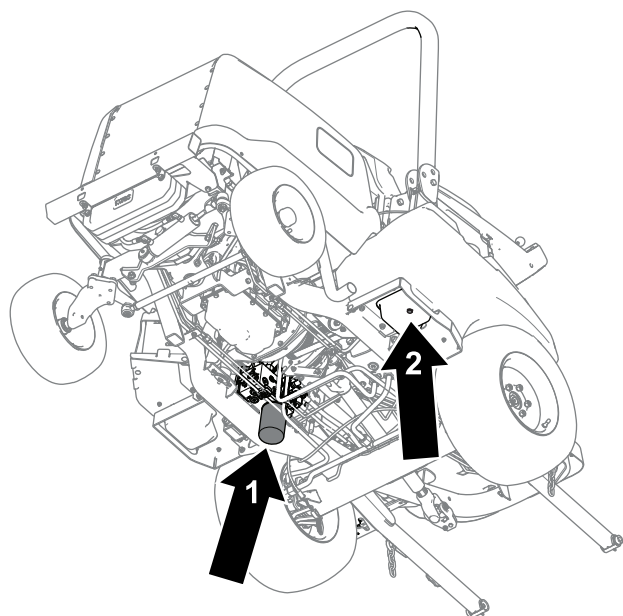

Figure 80
4. Retirez le bouchon de vidange (Figure 80) situé sur le côté du réservoir et laissez l'huile s'écouler dans le bac de vidange.
6. Placez un bac de vidange sous le filtre (Figure 80), déposez le filtre et vidangez le restant d'huile dans le bac.